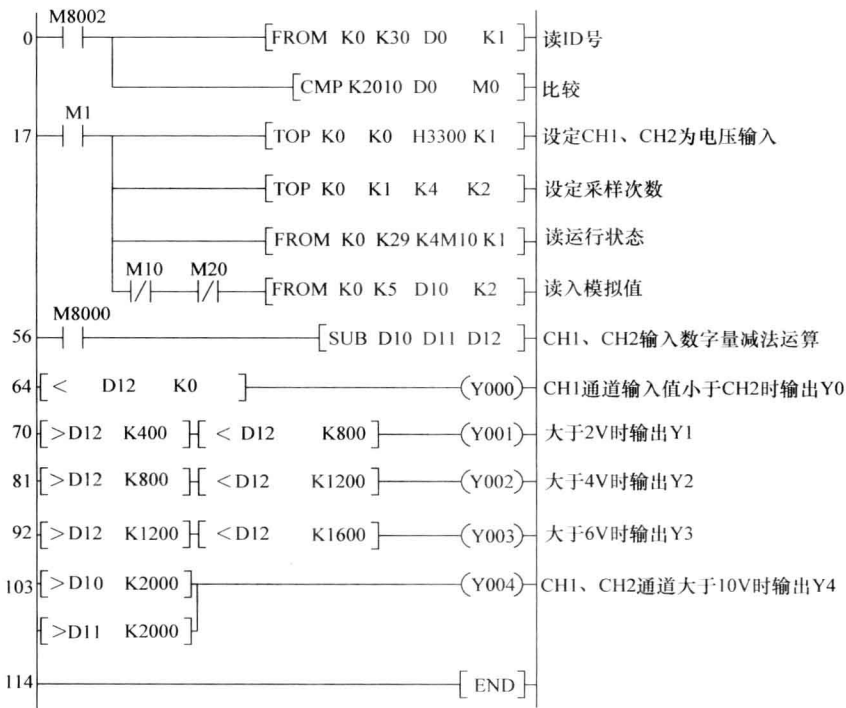

图 6-6 系统程序
根据系统控制要求、I/O 分配，其系统程序如图 6-6 所示。
2) 按图 6-6 编制程序，并写入 PLC。
- 3) 图 6-6 所示程序中未设计起动（X0）和停止（X1）信号，请完善设计程序。